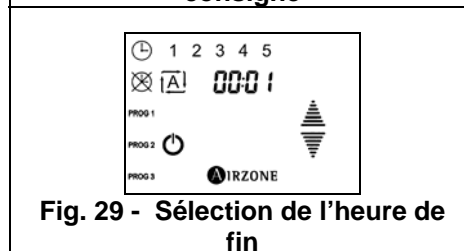

Fig. 29 - Sélection de l'heure de fin
- 10) Para salir del menú de configuración horaria, pulse de nuevo sobre el icono AIRZONE (Fig. 29).